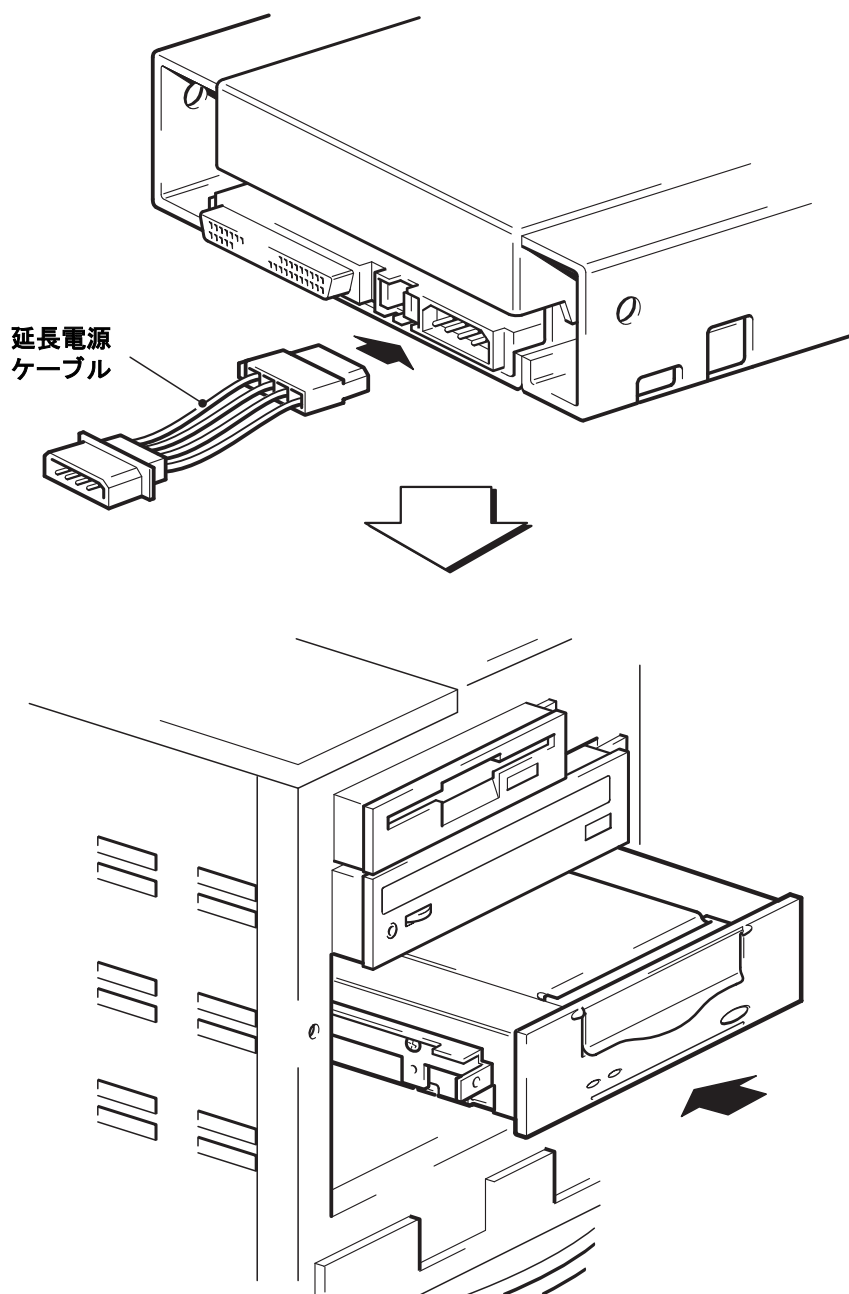

図 7: ドライブの取付け
- 1 図 7 に示すように、延長電源ケーブルをテープ・ドライブの後部の電源コネクタに接続します。
- 2 図 7 に示すように、ベイのスロットにあるトレイまたはレールに沿って、テープ・ドライブを空いているベイに滑込ませます。